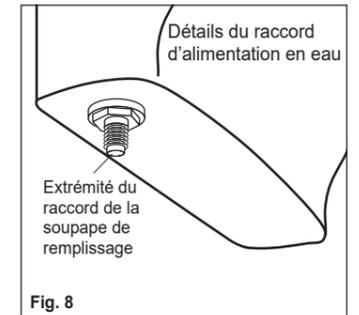

Fig. 8
9. Raccorder l'alimentation en eau à l'extrémité du raccord de la soupape de remplissage comme décrit à la fig.8 et vérifier le fonctionnement de la toilette.